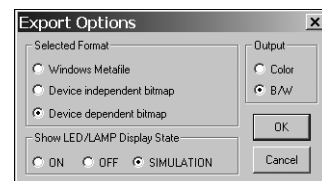

Рис. 9.20. Окно выбора формата файла
9. Чтобы экспортировать созданную схему в формат BMP необходимо в главном меню выбрать команду **File⇒Export⇒Options** (Файл⇒Экспорт⇒Параметры). В открывшемся диалоговом окне **Export Options** (Параметры экспорта), показанном на рис. 9.20, следует выбрать переключатель **Device dependent bitmap** (Компонент зависимый от растра) и щелкнуть мышью на кнопке **OK**. Затем нужно выбрать команду **File⇒Export⇒Circuit as Graphic** (Файл⇒Экспорт⇒Схема как графика) и в открывшемся окне **Save Bitmap File** (Сохранить файл растровой графики) выбрать папку для сохранения файла с экспортируемой схемой.
10. Чтобы экспортировать созданную схему в формат WMF необходимо в главном меню выбрать команду **File⇒Export⇒Options**. В появившемся диалоговом окне **Export Options** (рис. 9.20) следует выбрать переключатель **Windows Metafile** (Метафайл Windows) и щелкнуть мышью на кнопке **OK**. Затем нужно выбрать команду **File⇒Export⇒Circuit as Graphic** и в открывшемся окне **Save Metafile** (Сохранить метафайл), которое позволяет выбрать папку для сохранения файла с экспортируемой схемой.